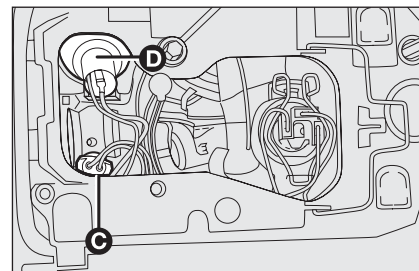

fig. 22
- ruotare il portalampada **C-fig. 22** ed asportarlo (è fissato a pressione);
- ruotare il portalampada **D-fig. 22** ed asportarlo (è fissato a pressione);